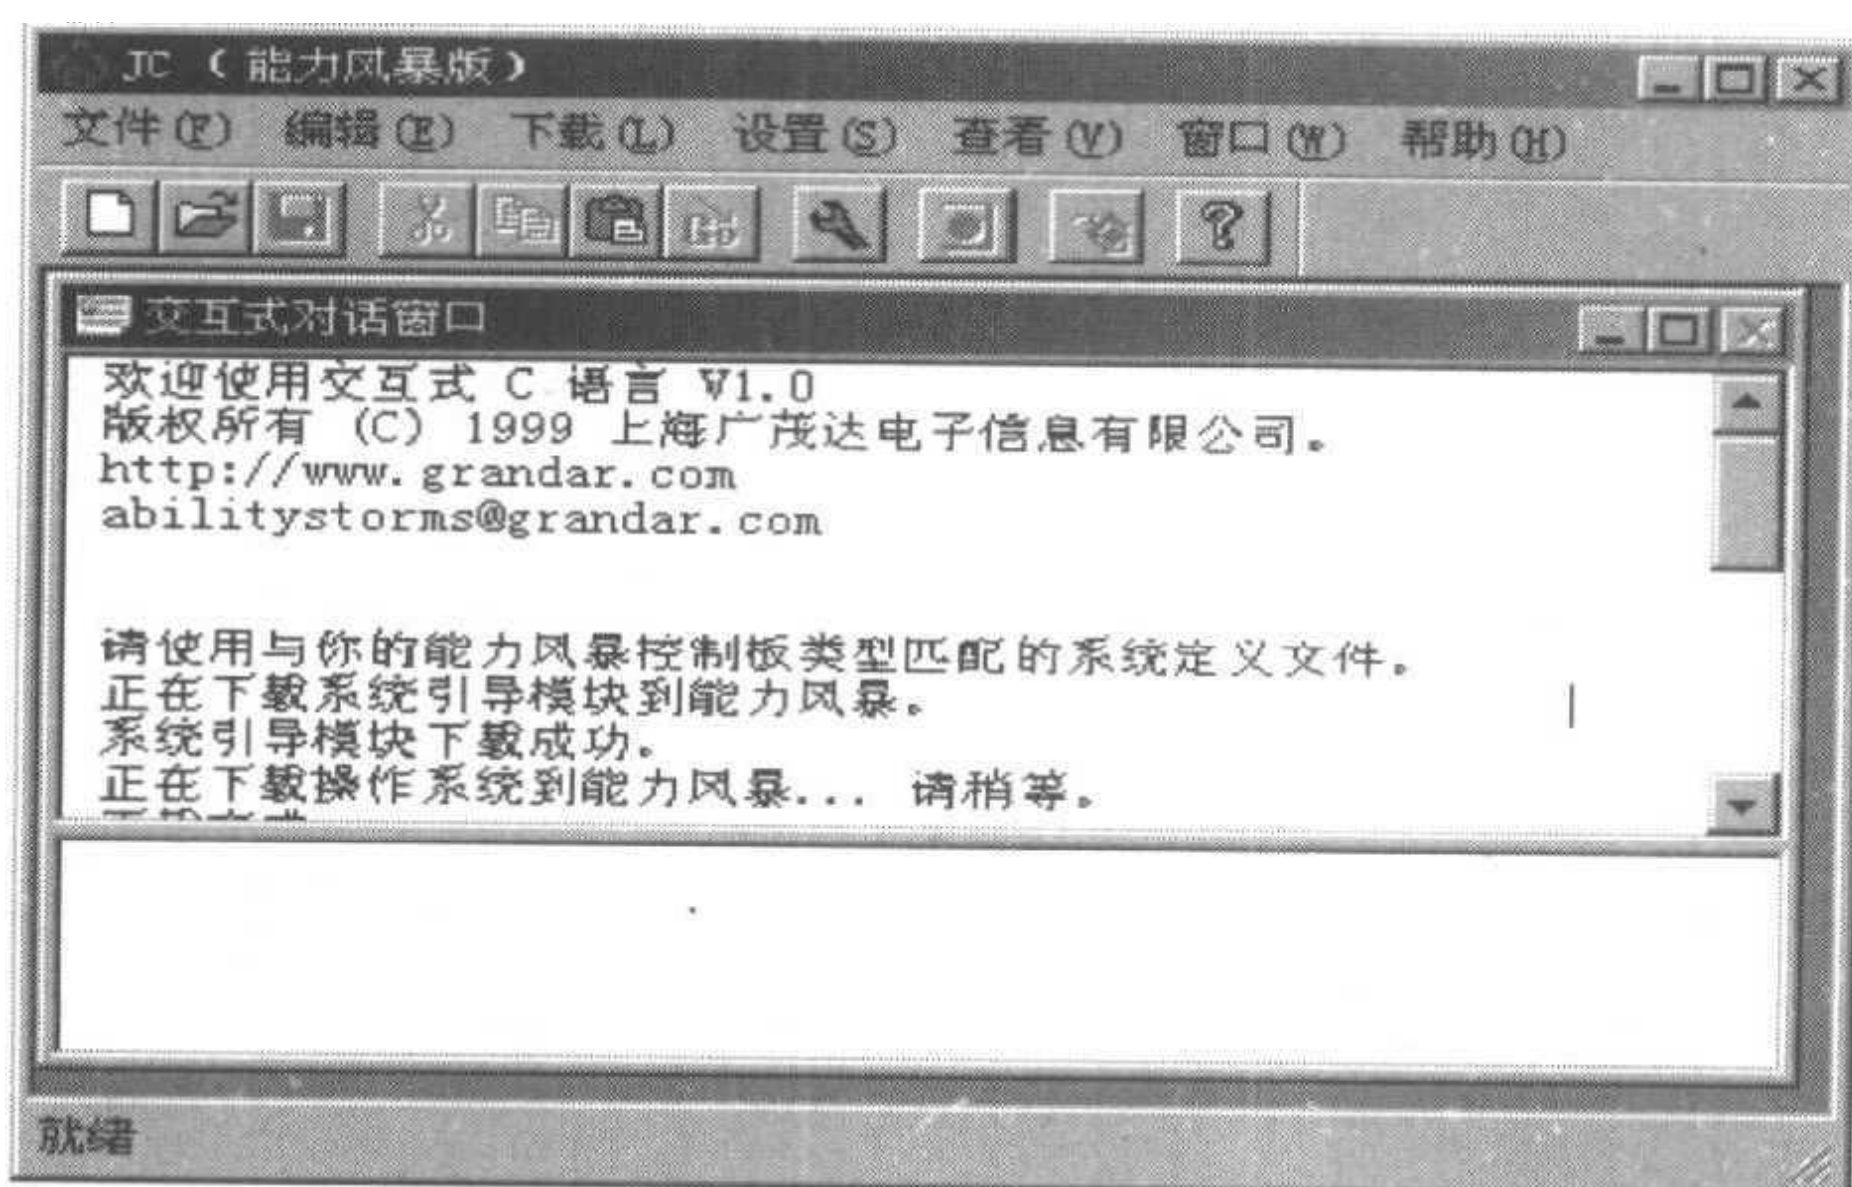

图 1.19 下载操作系统提示
**注意：**在下载操作系统过程中，JC（能力风暴版）窗口会给出“正在下载操作系统到能力风暴...请稍候”的提示，如图 1.19 所示。